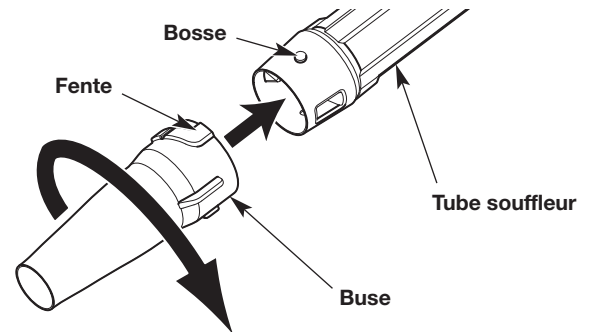
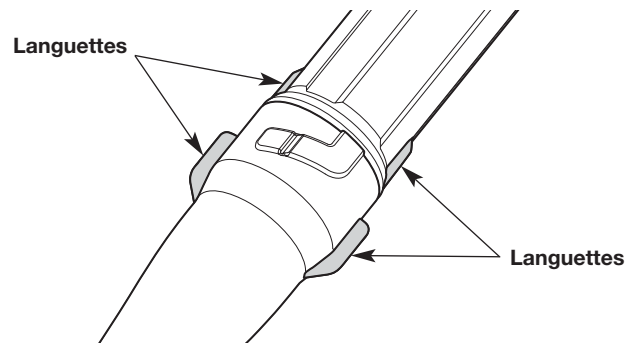

Fig. 2
Fig. 3
1. Alignez les fentes de la buse avec les bossés de l'extrémité inférieure du tube du souffleur (Fig. 2).
2. Installez la buse sur le tube du souffleur (Fig. 2).
3. Tout en maintenant le tube du souffleur, tournez la buse dans le sens horaire jusqu'à ce qu'elle se verrouille en place (Fig. 2). Les onglets sur le tube du souffleur doivent s'aligner avec ceux de la buse (Fig. 3).